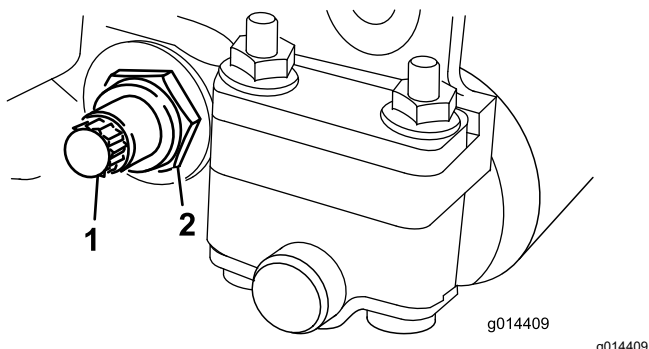

Рисунок 14
- С каждой стороны машины ослабьте контргайку, крепящую болт планки неподвижного ножа (Рисунок 14).
- Выверните все болты планки неподвижного ножа, потяните планку вниз и отсоедините от режущего блока (Рисунок 14).